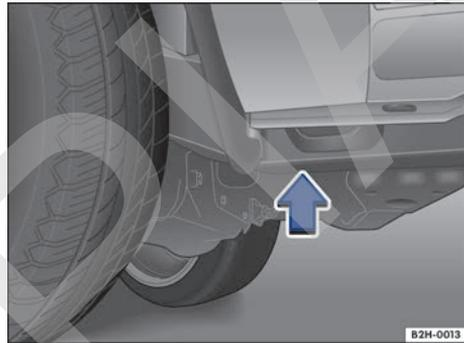
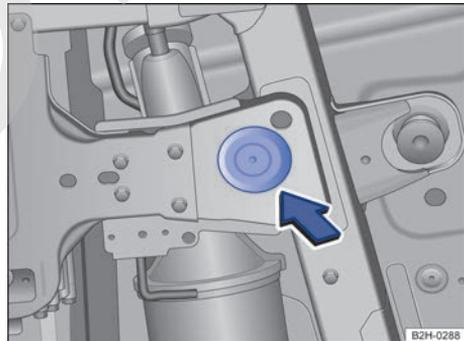
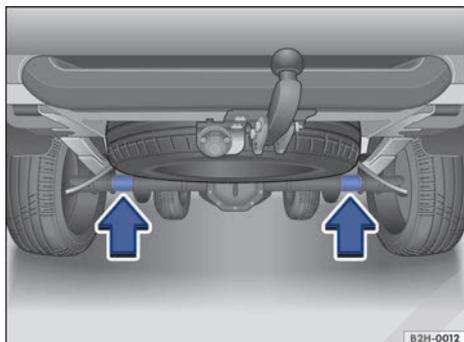

Fig. 180 Desde el lateral: punto de apoyo para el crique en la parte delantera
Fig. 181 Desde abajo: punto de apoyo para el crique en la parte delantera
Fig. 182 Puntos de apoyo para el crique en la parte trasera.
Coloque el crique únicamente en los puntos que se indican → **fig. 180** o → **fig. 182**. El punto de apoyo válido es el que se encuentra junto a la rueda correspondiente → ⚠️.
3. Busque el punto de apoyo para el crique en la parte delantera → **fig. 180** o trasera → **fig. 181** que se encuentre más próximo a la rueda que haya que cambiar.
- Asegúrese de que el crique se encuentre debajo de las zonas indicadas en la parte delantera → fig. 180 o en la parte trasera → fig. 182.
- Centre el crique y siga subiéndolo hasta que su superficie de apoyo toque el punto de apoyo → fig. 181 o uno de los rebajes → fig. 183.
- El crique solo deberá colocarse en los puntos descritos → fig. 180 y → fig. 181.
El crique solo se deberá colocar en los puntos que se indican → fig. 180 (visto desde un lateral) y → fig. 181 (visto desde abajo).
El crique solo se deberá colocar en los puntos que se indican → fig. 182 (flechas).